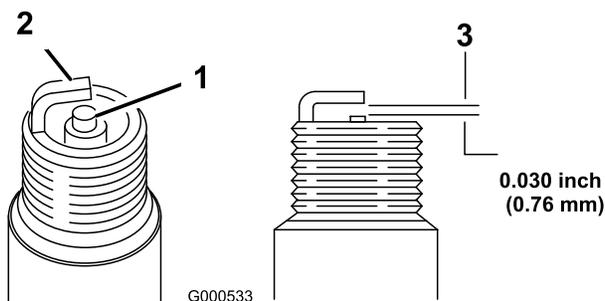

Figura 34
1. Controllate il centro della candela (Figura 34). Se l'isolatore è marrone chiaro o grigio, il motore funziona correttamente. Una patina nera sull'isolatore significa in genere che il filtro dell'aria è sporco.
2. Controllate la distanza tra gli elettrodi centrale e laterale utilizzando uno spessore (Figura 34). Se la distanza non è esatta, piegate l'elettrodo laterale (Figura 34).